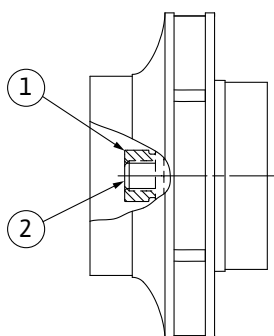

Fig. 106: Prawidłowe położenie nakrętki wirnika po montażu
8. Przytrzymać wał kluczem płaskim (rozmiar 22 mm) i dokręcić nakrętkę wirnika z zachowaniem zalecanego momentu dokręcenia (patrz tabela „Momenty dokręcenia [► 401]”). Nakrętka (Fig. 106, poz. 1) musi znajdować się równo z końcem wału (Fig. 106, poz. 2), dopuszczalna odchyłka $\pm 0,5$ mm. Jeżeli tak się nie dzieje, należy odkręcić nakrętkę i powtórzyć czynności 4 ... 8.